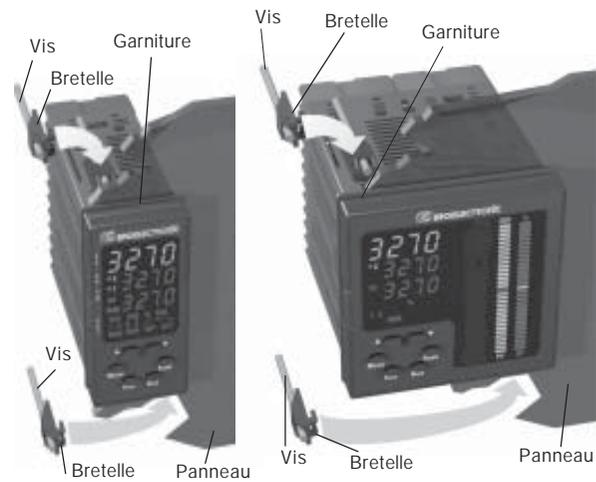

Fig. 1
L'instrument est doté d'une garniture en caoutchouc. Pour garantir les protections IP 65 et NEMA 4X, introduire la garniture entre l'instrument et le panneau (voir figure 1).
- 4) introduire la bretelle de fixation (voir figure 1);